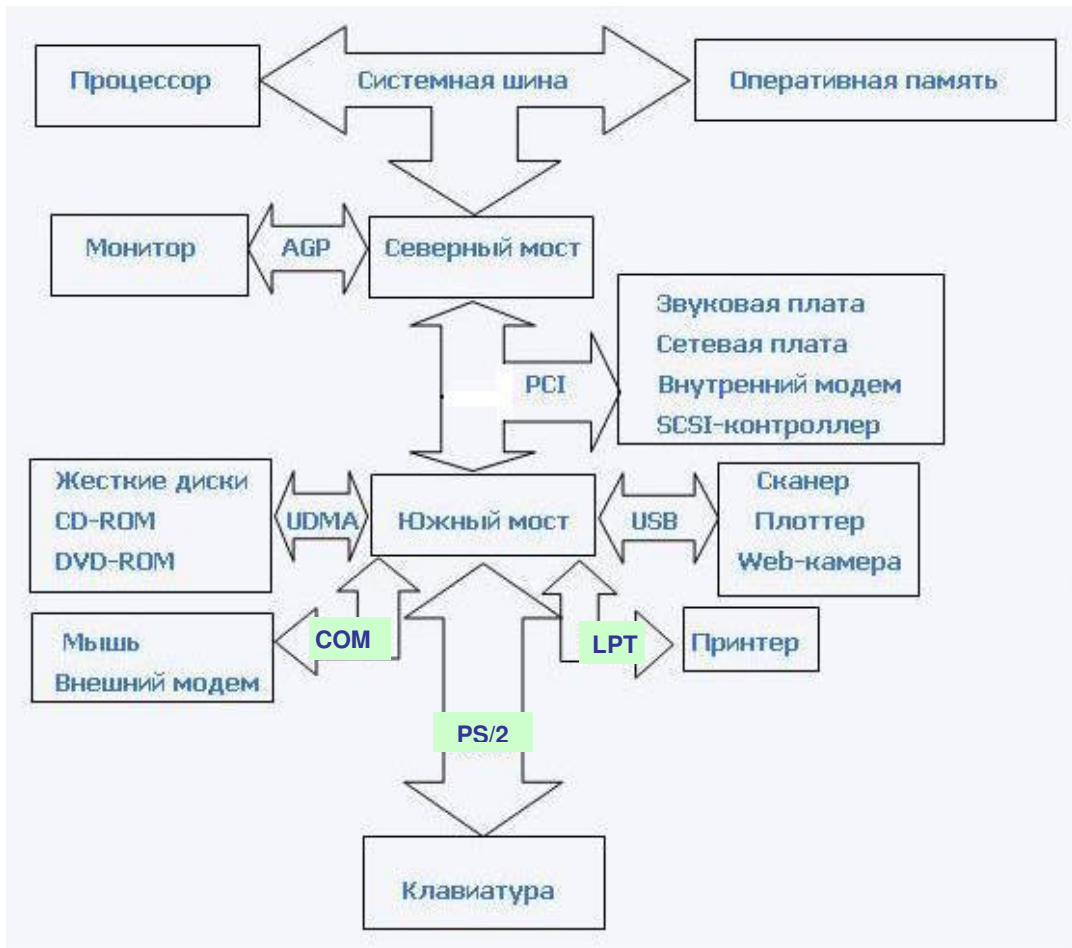

Рис.7. Структурная схема системной платы ПК.
3.1.3. Логическое устройство системной платы показано на рис. 7–9. Опишем наиболее важные компоненты материнской платы – северный и южный мосты.